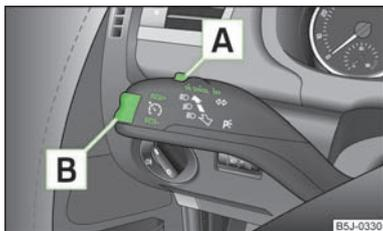

Fig. 81
- Pousser le commutateur **A** > fig. 81 sur la position **ON**.
- Pousser le bouton à bascule **B** > fig. 81 dans la position **RES**.
- Pour **réduire** la vitesse mémorisée, appuyez sur le bouton à bascule **B** > fig. 81 pour le placer en position **SET**.
Le régulateur de vitesse se **désactive temporairement** si vous poussez le commutateur **A** » fig. 81 dans la position **CANCEL** ou enfoncez la pédale de frein ou d'embrayage.
➤ Poussez le commutateur **A** » fig. 81 vers la droite sur la position **OFF**.